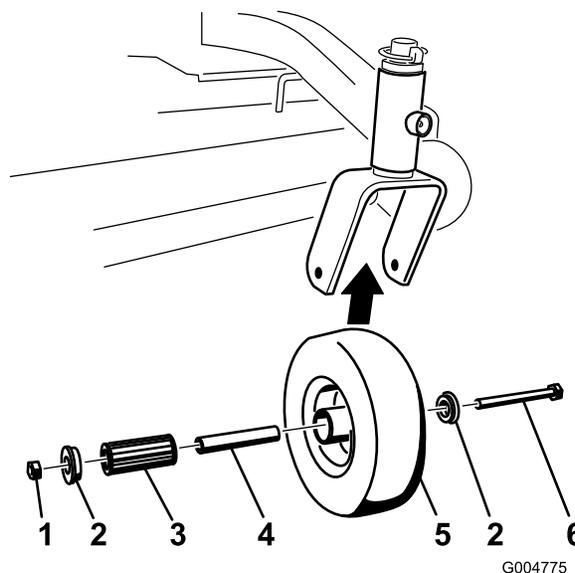

Bild 34
1. Entfernen Sie die Sicherungsmutter und die Radschraube, mit denen das Laufrad an der Laufradgabel befestigt ist (Bild 34).
2. Entfernen Sie eine Büchse und ziehen Sie dann die Spannbüchse sowie das Rollenlager aus der Radnabe heraus (Bild 34).
3. Entfernen Sie die andere Büchse aus der Radnabe und entfernen Sie Fett- und Schmutzrückstände von der Nabe (Bild 34).
4. Prüfen Sie das Rollenlager, die Büchsen, die Spannbüchse und die Innenseite der Radnabe auf Abnutzung und tauschen Sie defekte oder abgenutzte Teile aus (Bild 34).
6. Stecken Sie die zweite Büchse in die Radnabe (Bild 34).
8. Ziehen Sie die Sicherungsmutter so weit fest, dass die Vierkantbüchse auf die Innenseite der Laufradgabeln trifft (Bild 34).